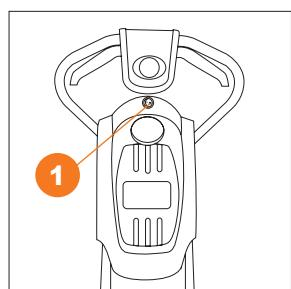

Рис. 15
Для включения фары используйте кнопку ①, расположенную над фарой (Рис. 15).